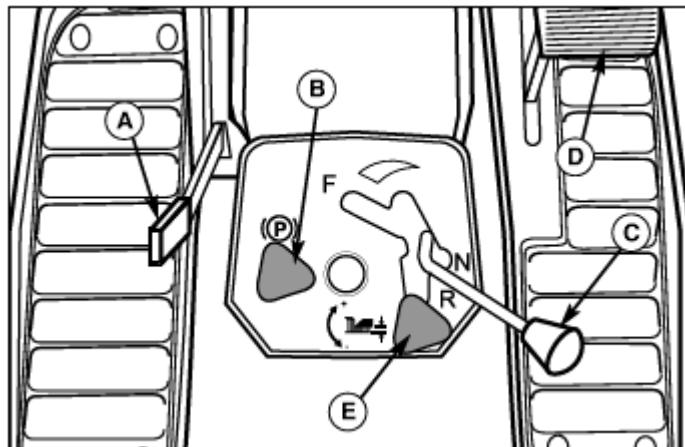

図4 操作盤
2. ブレーキペダルを踏み込み、パーキングブレーキノブ (図4のB) を引き上げます。その状態でブレーキペダルを離すとパーキングブレーキがかかります。